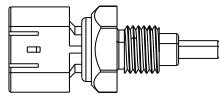

Рис. 9-3
3. Датчик температуры охлаждающей жидкости (рис. 9-3)